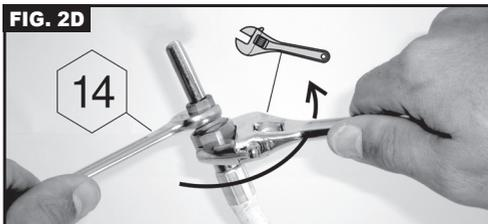

FIG. 3A
Ne pas tirer sur le tuyau ou le vriller. Le tenir éloigné des pièces pouvant devenir chaudes. Vérifier que le tube souple se développe normalement, sans torsion ou traction, ni contact avec les parois chaudes de l'appareil (Fig3A & 3B).
- Que le tuyau n'est pas en contact avec des pièces pouvant devenir chaudes (Fig. 3A & 3B).